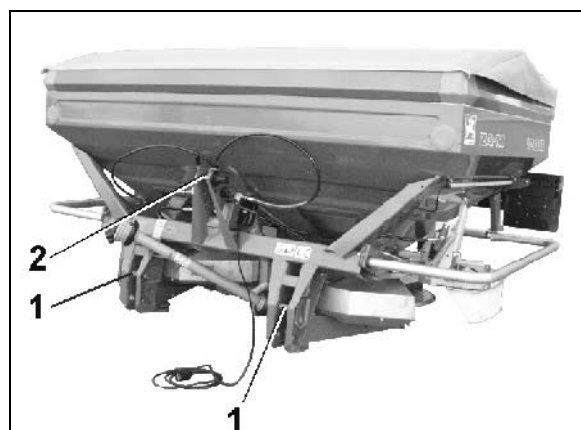

Fig. 40
1. Fest kulehyslene med koblingstappene (Fig. 40/1,2) i styrepunktene i trepunktsmonteringsrammen.